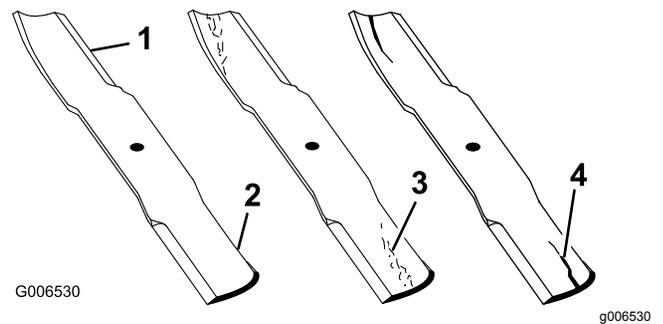

Bild 99
1. Untersuchen Sie die Schnittkanten (Bild 99).
4. Wenn Sie Risse, Verschleiß oder Rillenbildung in diesem Bereich feststellen, sollten Sie sofort ein neues Schnittmesser einbauen (Bild 99).